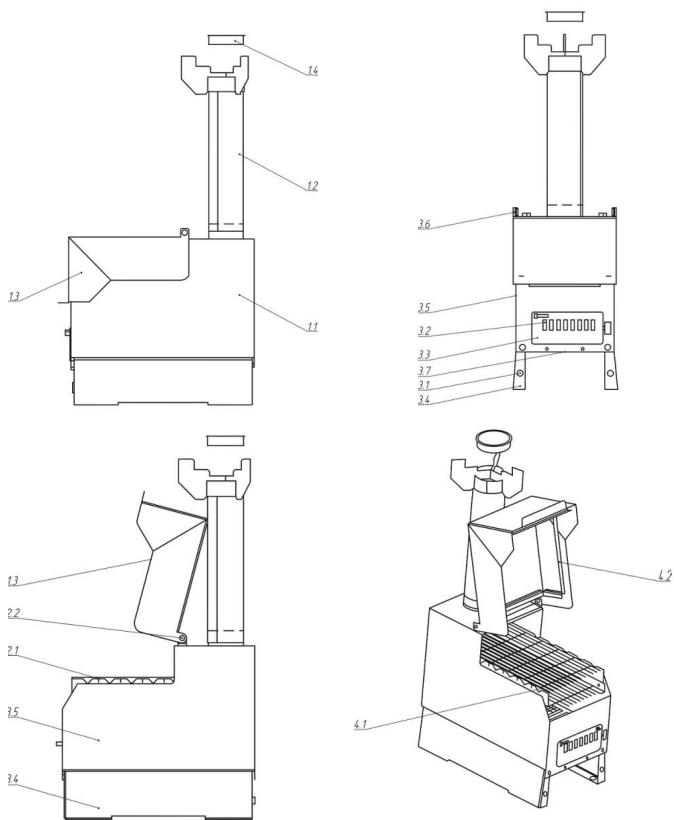

рис.2. Печь "ОХОТА". Рабочее положение. Состав изделия.
3. СОСТАВ и КОМПЛЕКТ ПОСТАВКИ (см. рис.2)